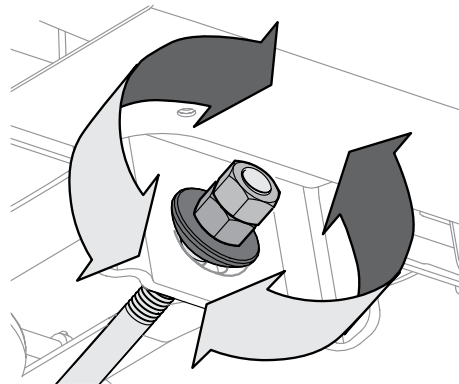

Figura 4-4
4. Para *elev*ar el frente de la plataforma, afloje la tuerca exterior y apriete (rosca hacia adentro) la tuerca contra el soporte de suspensión delantera. Vea la Figura 4-4. Cuando se logre el ajuste correcto, vuelva a apretar la tuerca externa hasta 25-30 pies-libras.
5. Para *bajar* el frente de la plataforma, afloje la tuerca exterior y afloje (rosca hacia afuera) la tuerca, lejos del soporte de suspensión delantera. Vea la Figura 4-4. Cuando se logre el ajuste correcto, vuelva a apretar la tuerca externa.